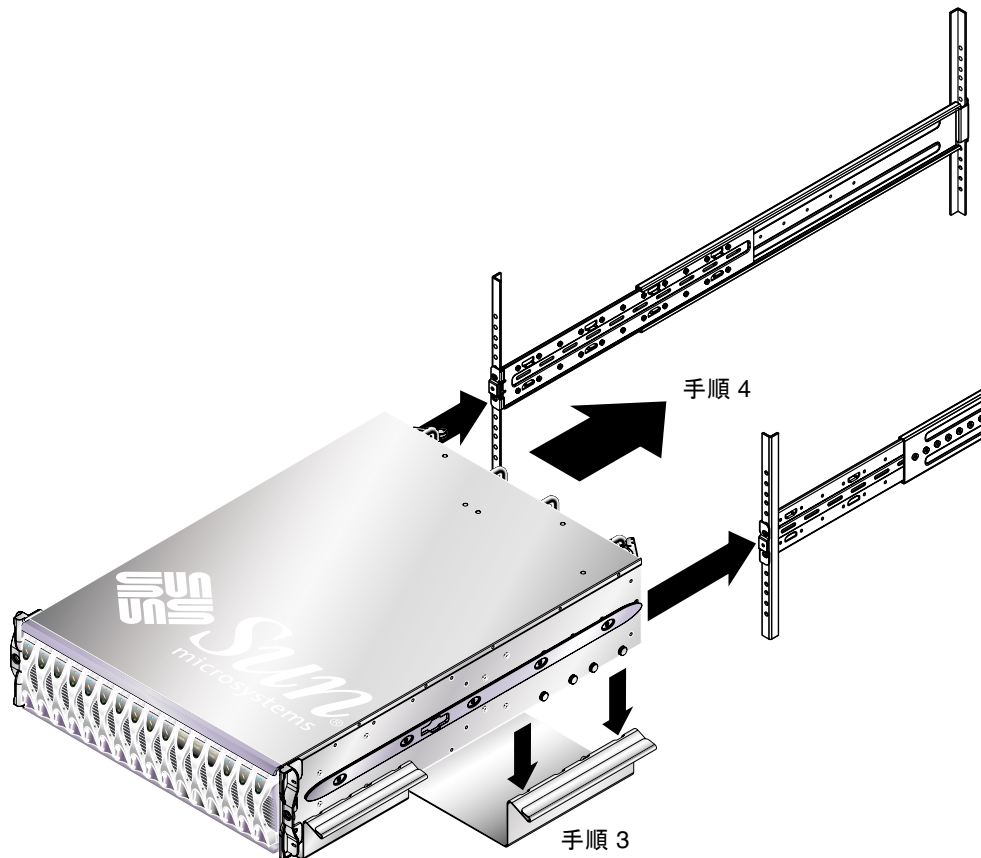

図 3-6 システムシャーシと固定部品の位置合わせ (19インチ 4 ポストラック)
3. 背面側の運搬用ハンドルを外します (図 3-6)。
5. システムシャーシを、ラック固定部品の位置に合わせます (図 3-6)。